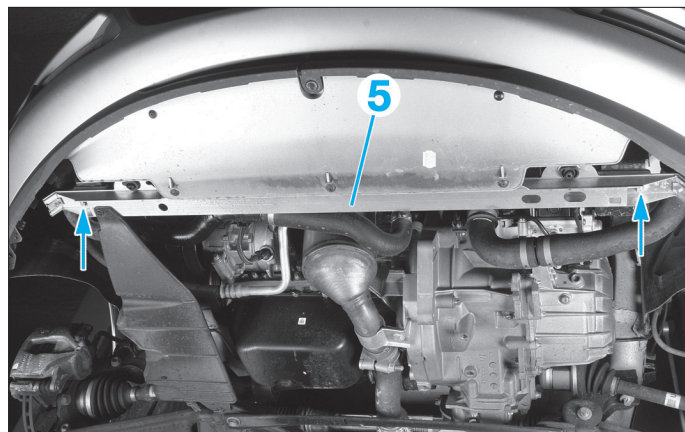

Fig. 27
- Déposer les deux vis (flèches) de la traverse inférieure (5) (Fig.27).